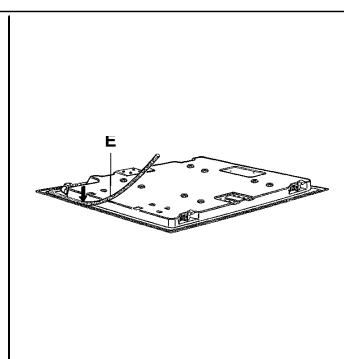

FIG. 11
- Vire a placa e posicione o lado adesivo da junta "E" correctamente (fig. 11) sob a borda da placa de forma a que o lado externo da junta fique correctamente encaixada na borda perimétrica externa da placa. As extremidades das fitas devem encaixar-se sem ficarem sobrepostas.